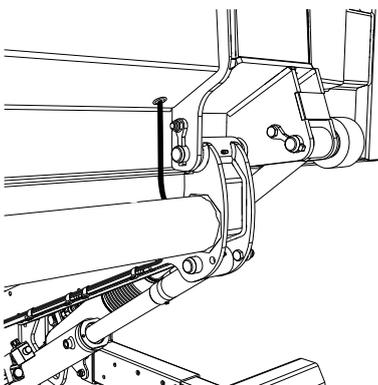
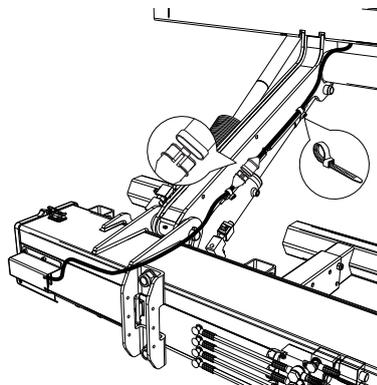
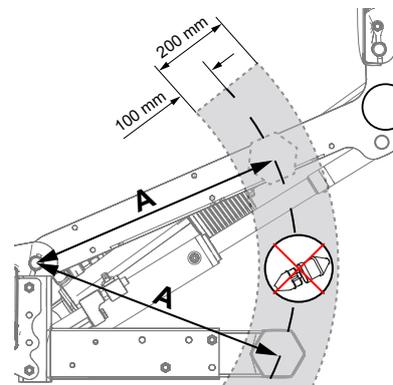

Figure 73. Pose du faisceau
Figure 74. Pose du faisceau
Figure 75. Emplacement de contact rapide
2. Tirer le câble et le fixer au moyen de colliers comme illustré en Figure 73 et Figure 74. Le contact rapide doit être positionné de telle sorte qu'il ne touche pas la protection anti-encastrement pendant le déplacement du bras de levage. Mesurer la distance (A) du centre de l'axe du bras de levage au centre de la protection anti-encastrement, voir Figure 75.
3. Mesurez la même distance (A) sur le bras de levage, voir Figure 75.
4. Placez ensuite le contact rapide à au moins 100 mm à l'extérieur ou à l'intérieur de la dimension obtenue (B), voir Figure 75.